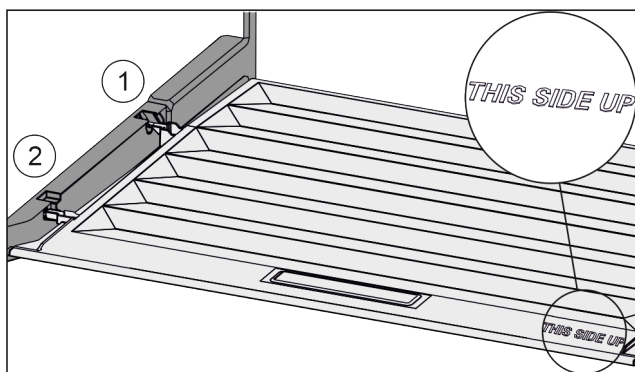

Fig. 85
- ▶ Výstupky víka zaveďte do zadních držáků Fig. 85 (1) a vpředu zaklesněte do držáku Fig. 85 (2).